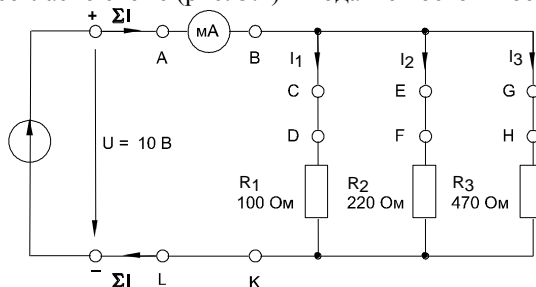

Рисунок 3.2. Электрическая цепь для выполнения лабораторной работы
- Соберите цепь согласно схеме (рис. 3.2) и подайте постоянное напряжение 10 В на ее вход.